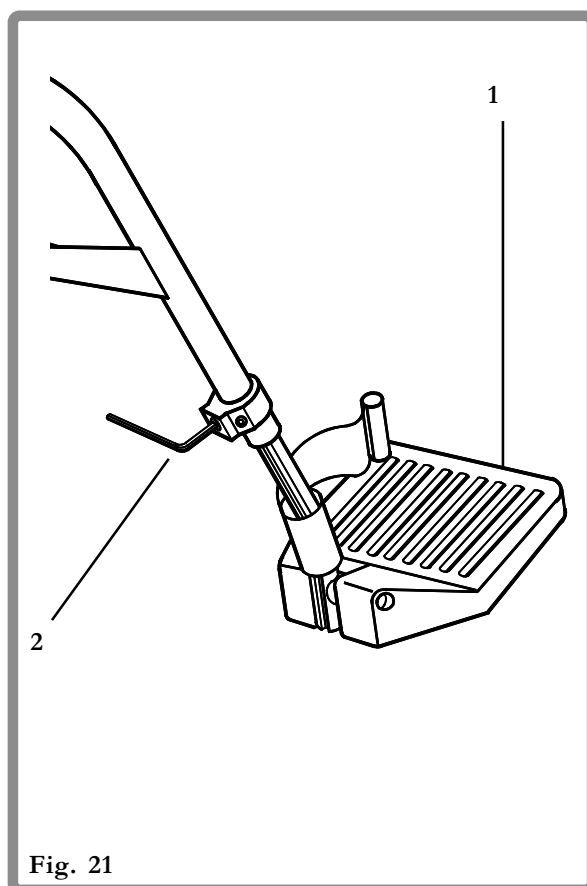

Fig. 21
Når høyden (Fig. 21) på de utsvingbare benstøttene skal justeres, løsnes skruene (1) ved bruk av en unbraco nøkkel som vist og deretter justeres fotplatehøyden til ønsket stilling. Trekk skruen til med et moment på 7 - 12 Nm.